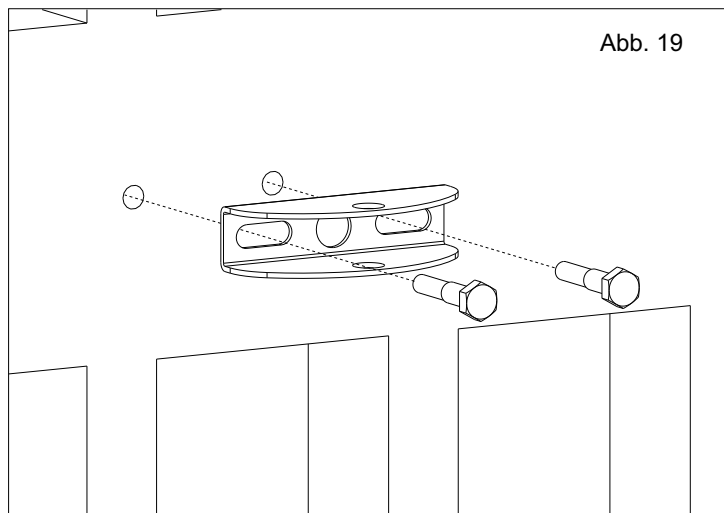

Abb. 19
- Auf dem Flügel eine Bohrung vornehmen und die Vorderbefestigung mit Schrauben (nicht mitgeliefert) befestigen (Abb. 19).